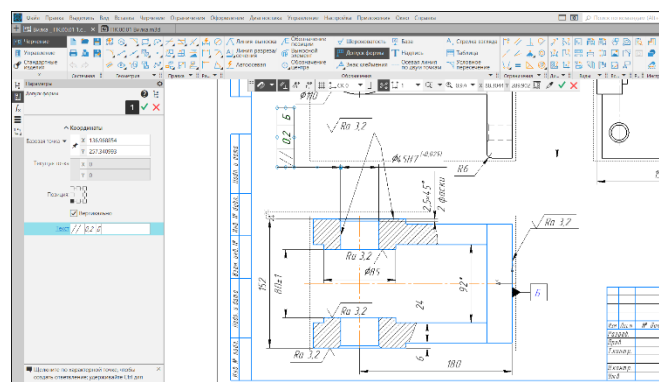

Рисунок 259 – Допуск формы на виде сверху
- На фантоме рамки отобразятся восемь реперных точек, из которых возможно построить ответвления. Выберем нижнюю правую точку (2) и построим ответвление к размеру диаметра отверстия (3) (Рисунок 259);